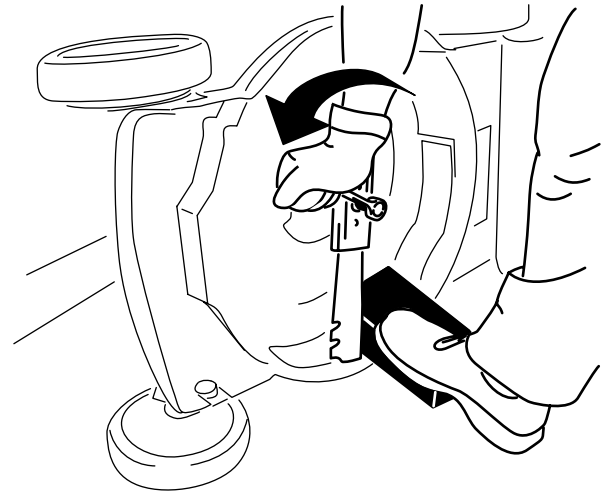

Figure 18
2. Immobilisez la lame avec un morceau de bois (Figure 18).
3. Déposez la lame mais conservez les fixations (Figure 18).